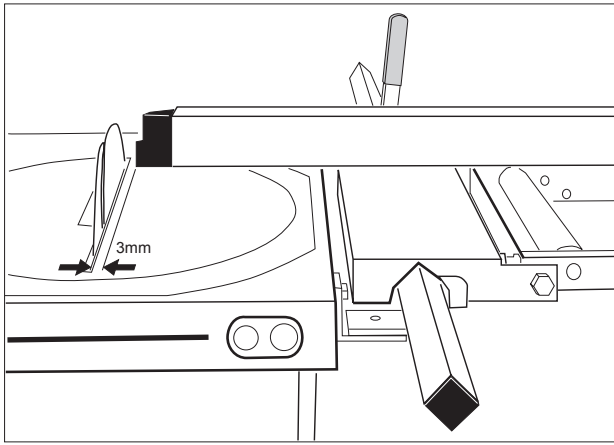

Fig. 6
- Fäst anhållet så att ändstycket på anhållet är 3 mm från sågklingen för att mätbandet skall visa riktigt värde (fig. 6).
- På fronten av sågen finns en grön startknapp och en röd stoppknapp (fig 6). Startknappen är försedd med en täckplatta, som kan låsas med ett hänglås. Sågen är dessutom utrustad med motorskydd och nollspänningsutlösare, som kopplar ur motorn vid överbelastning för att undvika skador på denna. I sådana fall skall man låta motorn kyla ner sig en liten stund innan man startar igen. Undvik överbelastning av motorn.